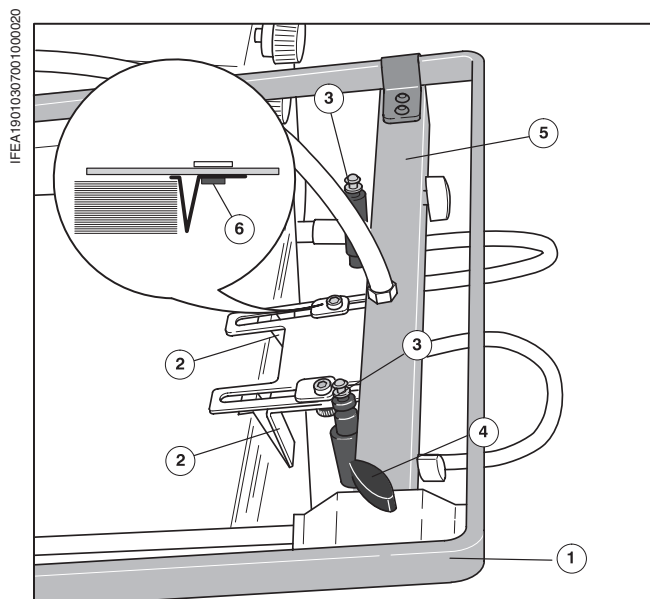

Рис. 7 Накладная рама
На накладной раме (Рис. 7/①) расположены упоры листов (Рис. 7/②) и воздуходувки для раздува задней кромки листа (Рис. 7/③).
- ❶ После того как печатный материал будет уложен, опустить накладную раму (Рис. 7/①).
- ❷ Ослабить винт с закруткой (Рис. 7/④) и передвигать направляющую (Рис. 7/⑤) к задней кромке листа до тех пор, пока упоры листа (Рис. 7/②) слегка коснутся задней кромки стапеля. Бумага при этом не должна сплющиваться.
- ❸ Затянуть винт с закруткой (Рис. 7/④).
- ❹ Упоры листов (Рис. 7/②) перемещать вперед только для маленького формата; для этого необходимо ослабить винты с накатанной головкой (Рис. 7/⑥) с нижней стороны держателей.
- ❺ Снова затянуть оба винта с накатанной головкой (Рис. 7/⑥).